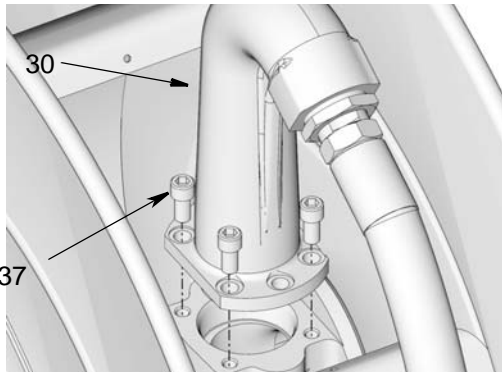

ABB. 12: Abgebildet: Niederdruck-Modell
15. Auslass (30) an der Spule installieren. Alle Schrauben (37) wieder einsetzen und fest anziehen. Schrauben mit 32,54 bis 40,67 N.m (24 bis 30 ft-lb) festziehen (ABB. 12).
- Bei den Niederdruck-Modellen (in ABB. 12 abgebildet) werden 4 Schrauben (37) verwendet.
- Bei den Mitteldruck-Modellen (nicht abgebildet) werden 6 Schrauben (37) verwendet.